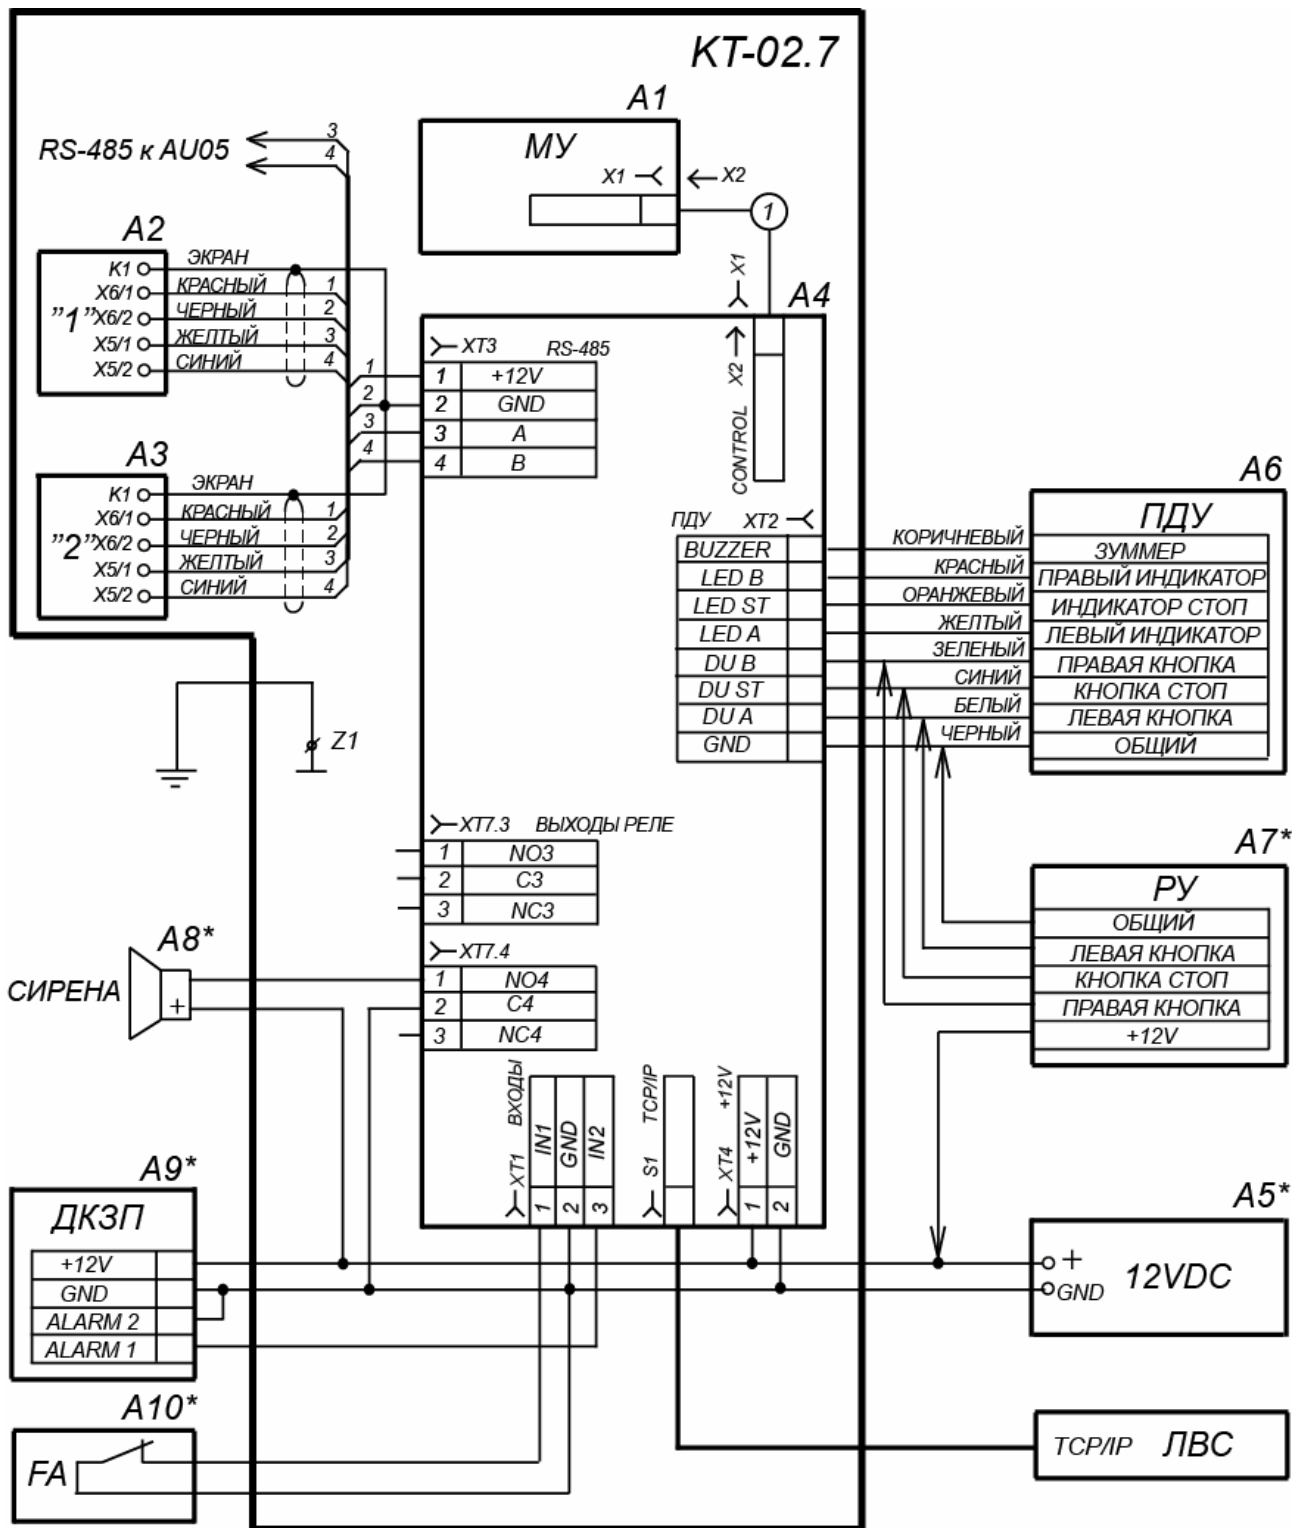

Рисунок 12. Схема подключения ЭП и дополнительного оборудования¹
Расположение клеммных колодок на плате контроллера ЭП показано на рис. 5, назначение контактов клеммных колодок указано в табл. 1. Схема подключения приведена на рис. 12. Используемые при подключении типы кабелей указаны в табл. 4. При монтаже ЭП придерживайтесь следующей последовательности действий:
- позиционные обозначения A1-A4 – указаны на рис.12.
8. Снимите крышку турникета (3), открыв ключом замок (4) (см. разд. 6).
9. Подключите кабель питания (12) к клеммной колодке **ХТ4** на плате контроллера. Подключите кабель (10) ПДУ (9) к клеммной колодке **ХТ2**. Подключите, при необходимости, кабели от других устройств к соответствующим клеммным колодкам платы контроллера (см. рис. 5 и рис. 12).